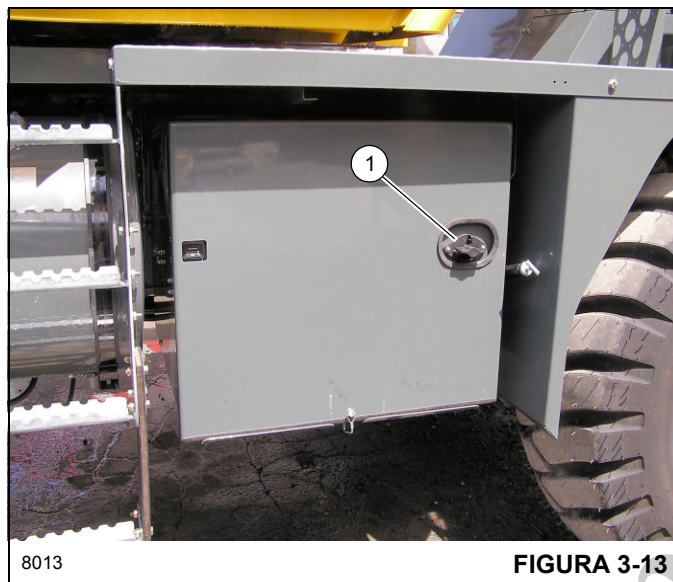

FIGURA 3-13
Compruebe que la manija del interruptor de las baterías (1) (Figura 3-13) esté en la posición de encendido (la manija se ilustra en la posición de apagado).